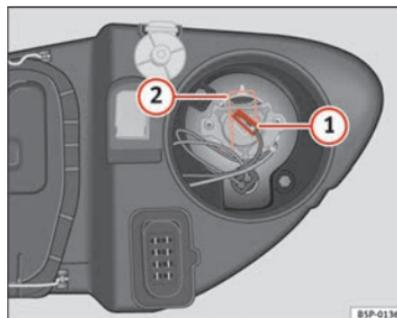

Fig. 169 Abbaglianti
- Estrarre il connettore ⇒ fig. 169 ① della lampada.
- Premere la molla ⇒ fig. 169 ② verso l'interno e verso destra.